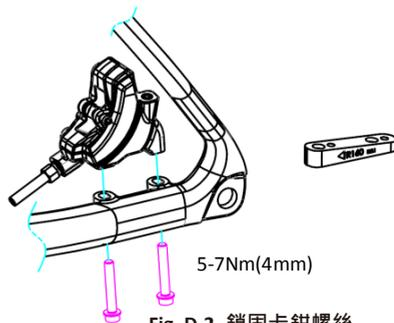

Fig. D-2 鎖固卡鉗螺絲
- 鎖上卡鉗固定螺絲。(Fig. D-2) · 注意! 此步驟先不要將螺絲鎖緊